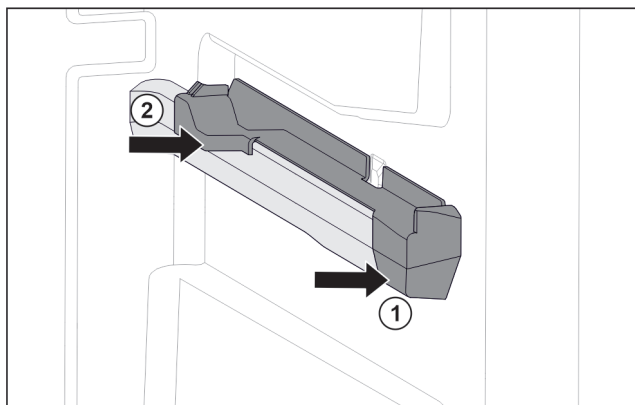

Fig. 109 Påsætningsdel på den højre beholderrist
- ▶ Sæt den forreste del af påsætningsdelen på beholderristen. Fig. 109 (1)
- ▶ Tryk den bageste del af påsætningsdelen på. Fig. 109 (2)